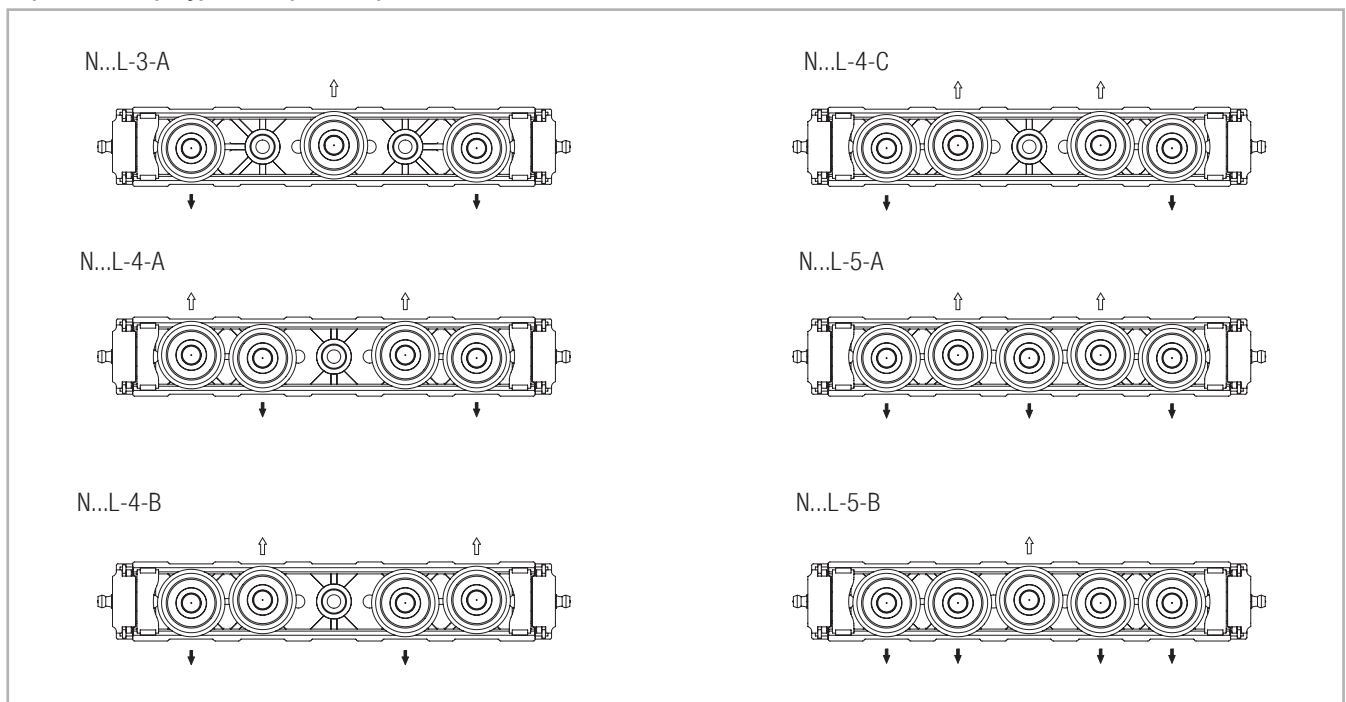

Рис. 32
** Количество роликов может быть разным, и зависит от конфигурации - см. стр. CR-19, Рис. 32.